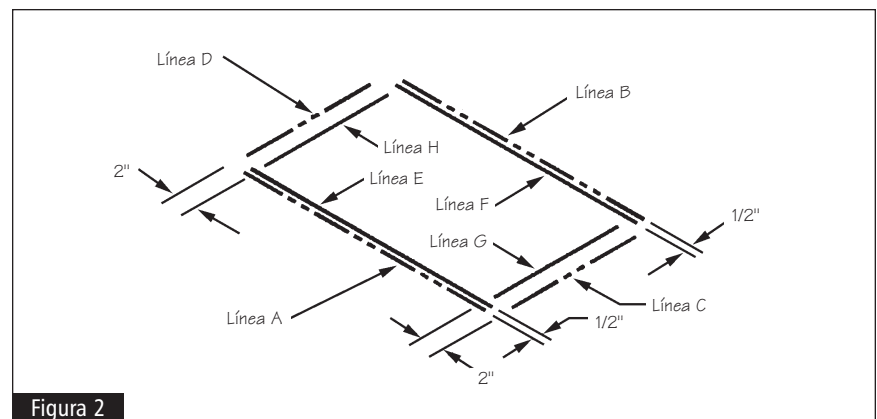

Figura 2
- 2 Retire el gabinete de base de la península. Usando las líneas A y B que dibujó en el paso 1, marque otras dos líneas a 1/2" hacia el interior de las primeras. Usando las líneas C y D que dibujó en el paso 1, marque otras dos líneas a 2" hacia el interior de dichas líneas. Vea la figura 2.